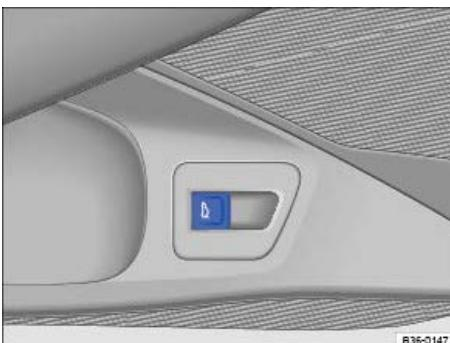

Abb. 47 In der Fahrertür: Entriegelungstaste der Gepäckraumklappe.
- **ODER:** In der Fahrertür Taste nach oben ziehen ⇒ Abb. 47 . Die Taste funktioniert auch bei ausgeschalteter Zündung.
- **ODER:** In der Fahrertür Taste  Abb. 47 nach oben ziehen. Die Taste funktioniert auch bei ausgeschalteter Zündung.
Limousine	In der Fahrertür Taste  ⇒ Abb. 47 so lange nach oben ziehen, bis die Gepäckraumklappe vollständig geschlossen ist.
In der Fahrertür Taste  ⇒ Abb. 47 nach oben ziehen.